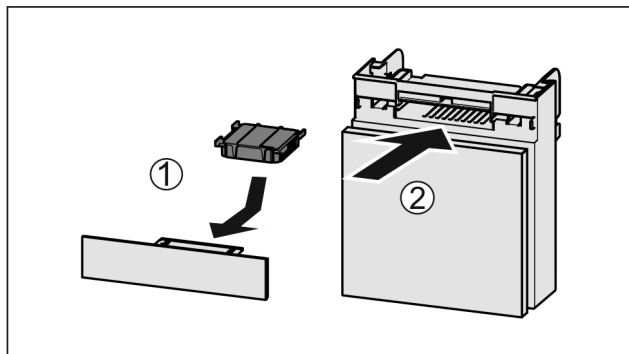

Fig. 100
- ▶ Установите фильтр с активированным углем, как показано на рисунке Fig. 100 (1).
- ▶ Вставьте отделение Fig. 100 (2).